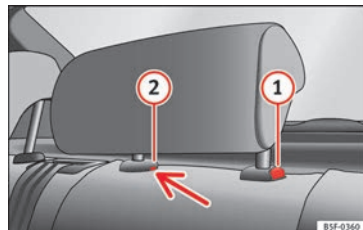

Fig. 150 Appui-tête central arrière : point de déverrouillage.
- Pour régler l'appuie-tête à une hauteur inférieure, appuyez sur la touche ① **» fig. 150** et déplacez-le vers le bas.
- Appuyez sur la touche ① **» fig. 150**, en appuyant en même temps sur l'orifice de sécurité ② **» fig. 150** avec un tournevis plat de 5 mm de largeur maximum et retirez l'appui-tête.